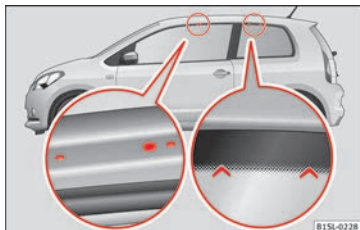

Bild 141 Fästpunkter för basstöd och takräckan på bilar med två dörrar.
Bilar med två dörrar: Hålen och markeringarna som visar fästpunkterna för takräckets bakre hållare finns på den lägre halvan av takets stag » **bild 141** (förstorad vänster bild). Hålen och markeringarna kan endast ses när dörren är öppen. Monteringsmarkeringarna för takräckets bakre hållare finns på den övre halvan av fönstret » **bild 141** (förstorad höger bild).
- Takräcket ska endast monteras på de punkter som visas i schemat » bild 141.